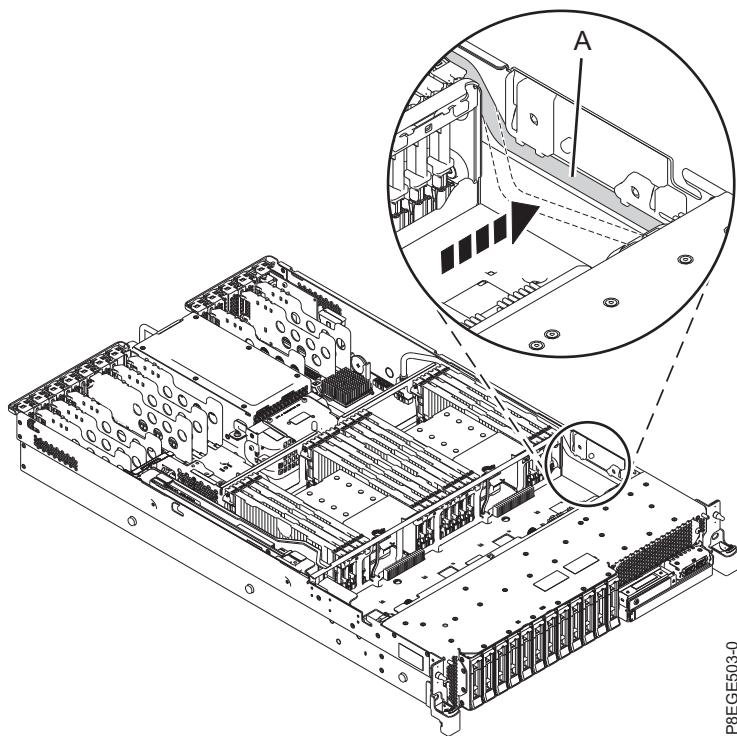

Figure 5. Installation du câble USB avant dans le chemin de câble
- Poussez le câble USB avant (A) dans le chemin de câble, comme illustré dans la figure 5, à la page 7.